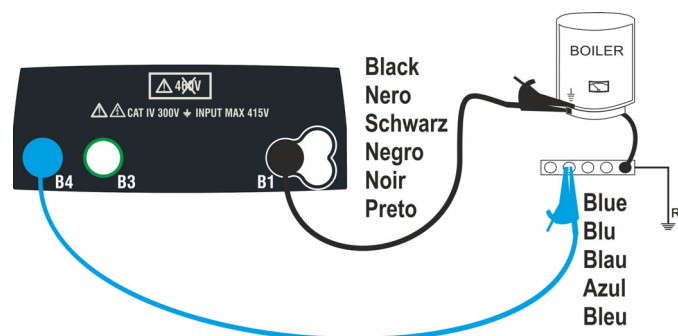
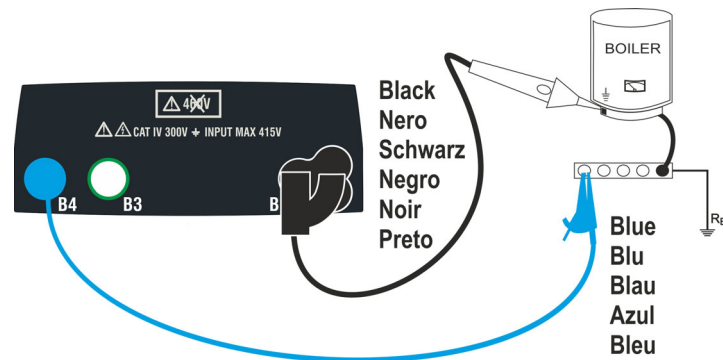

Fig. 8: Prova di continuità tramite cavi singoli
Fig. 9: Prova di continuità tramite puntale remoto
6. Connettere i puntali e/o il puntale remoto al conduttore in esame in accordo alle Fig. 8 o Fig. 9